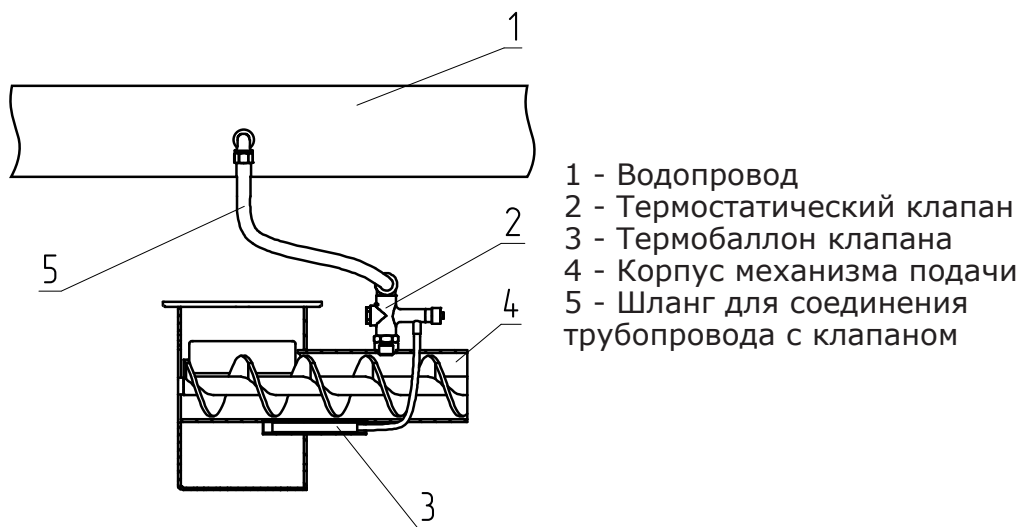

Рис.5 Система охлаждения топливопровода
5.11.1. Узел системы охлаждения топливопровода (Рис.5) термостатического клапана (поз.2) к которому подключается шланг (поз.5), ведущий к водопровод (поз.1). Термостатический клапан имеет термобаллон (поз.3), который устанавливается в специальную гильзу на механизме подачи топлива. При нагреве газ внутри баллона расширяется и открывает клапан, через который вода из трубопровода поступает в механизм подачи.